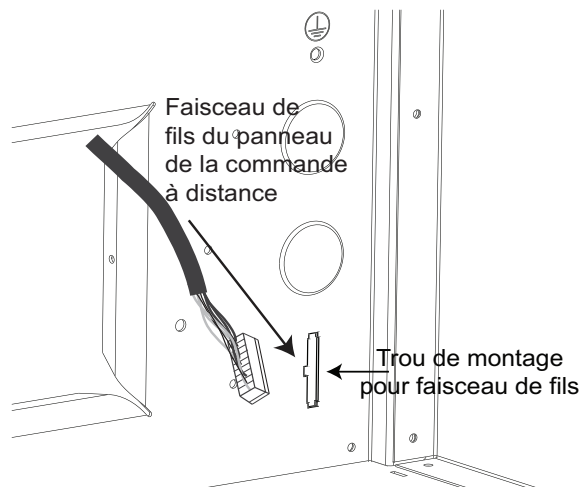

Figure 14 : Trou de montage du faisceau de fils de la commande à distance
- Insérez l'extrémité du faisceau de fils du panneau de la commande à distance dans le trou de montage, comme illustré sur la Figure 14, jusqu'à ce qu'un déclic se produise.